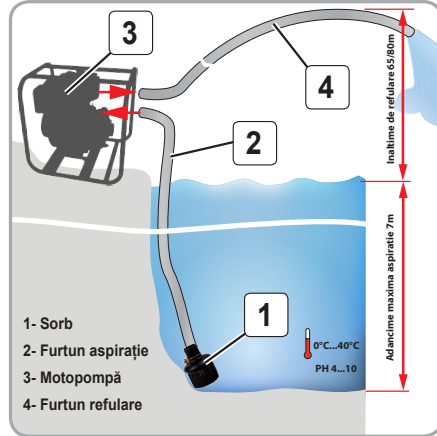

Fig.3
**Instalarea motopompei GF-0246 înainte de utilizare (fig.3):**